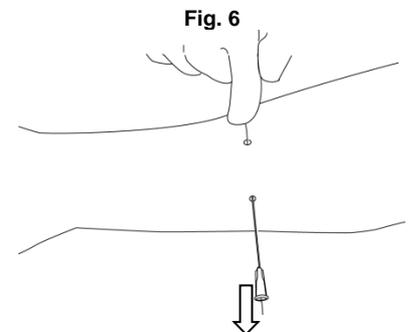

Fig. 6
4. Quando il catetere e la membrana sono in posizione, la cannula dell'introduttore va rimossa (fig. 6), dopodiché il catetere è fissato alla pelle.